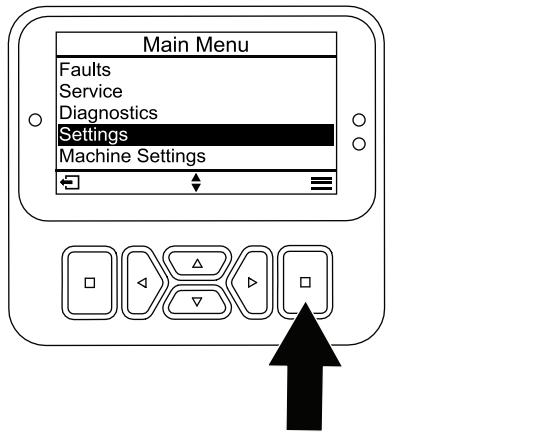

Figura 22
1. En MAIN MENU (menú principal), vaya al menú SETTINGS (Ajustes) y pulse el botón Seleccionar (Figura 22).